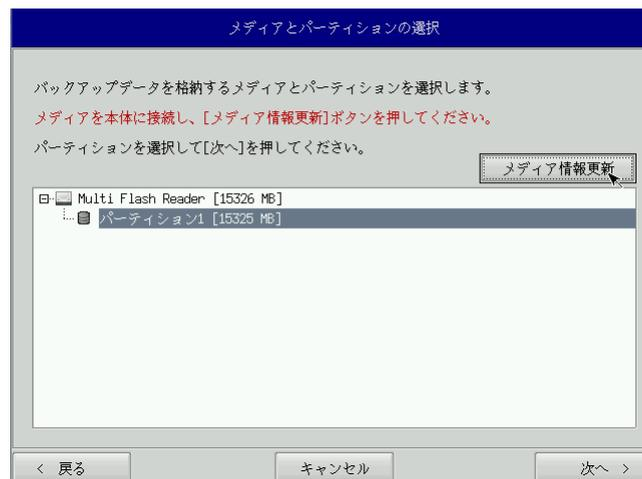

図 6-3-1. メディアとパーティション選択画面
- ⑤ メディアとパーティション選択画面 (図 6-3-1) が表示されます。本体にメディアを接続し、[メディア情報更新]ボタンを押してください。バックアップファイルを保存するメディアのパーティションを選択し、[次へ]ボタンを押します。
- ⑤ メディアとパーティション選択画面（図 6-3-1）が表示されます。本体にメディアを接続し、[メディア情報更新]ボタンを押してください。バックアップファイルを保存するメディアのパーティションを選択し、[次へ]ボタンを押します。